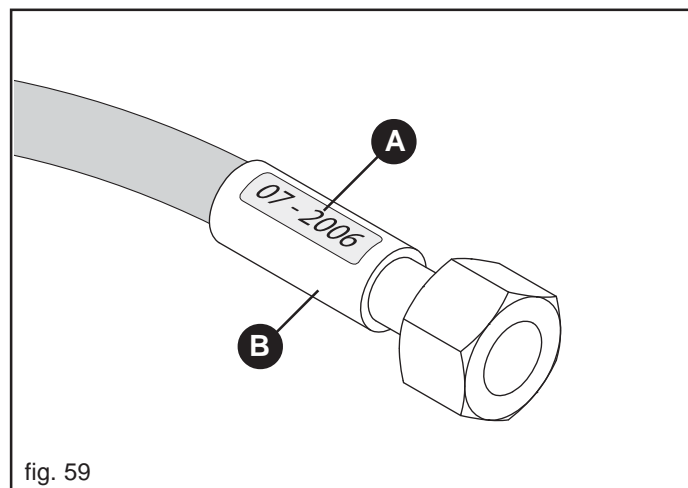

fig. 59
- pérdidas en proximidad de la armadura del tubo (B, Fig. 59);
- corrosión de la armadura (B, Fig. 59);
- al superar los 5 años de vida (A, Fig. 59).